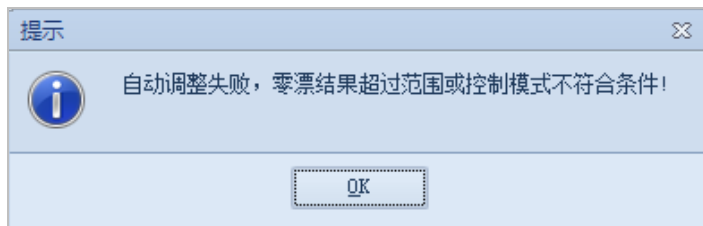

图 11-2 自动调整失败
- 若自动调整失败（如图 11-2），请确认相关参数设置是否合理，再进行自动调整操作。